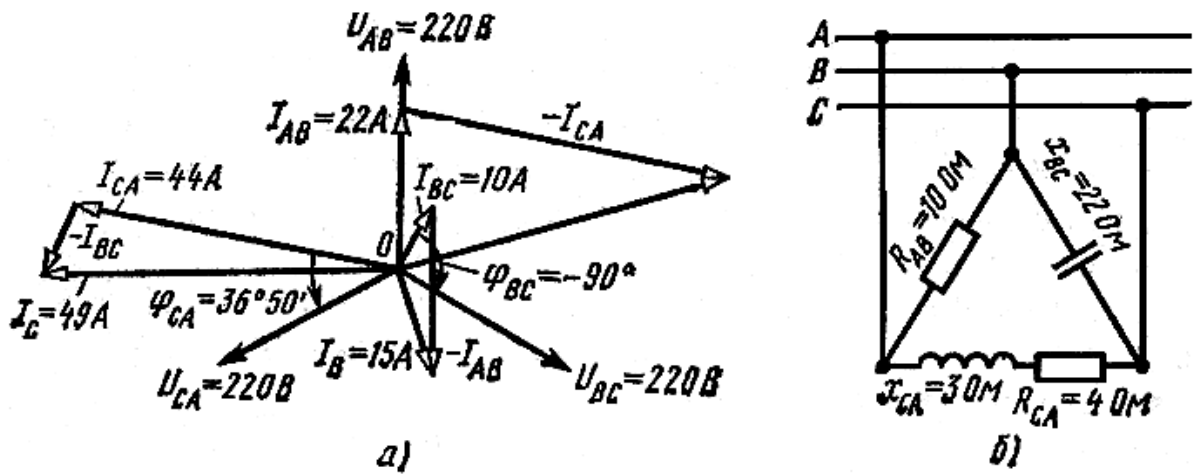

Рис. 9
Пример 9. По векторной диаграмме для трехфазной цепи (рис. 9, а) определить характер нагрузки в каждой фазе, вычислить ее сопротивление и начертить схему включения. Нагрузка несимметричная, соединена в треугольник. Значения напряжений, фазных токов и углов сдвига фаз указаны на диаграмме.
2. На основании вычислений чертим схему цепи (рис. 9, б).